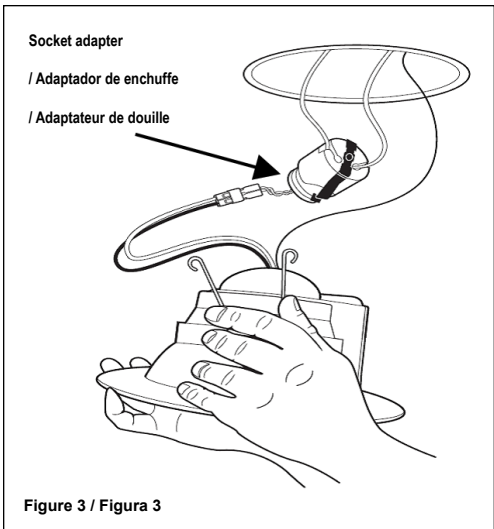

Figure 3 / Figura 3
2. Plug the orange connector of E26 socket adapter into the LED module's mating orange connector (see Figure 3). Or,
2. Brancher le connecteur orange de l'adaptateur de douille E26 dans le connecteur orange compatible du module DEL (Figure 3). ou,